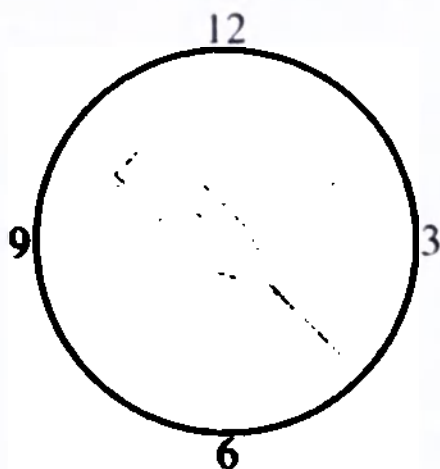

Рис. 5
- Установите флюороскопический аппарат под нужным углом, параллельно плоскости митрального клапана и перпендикулярно плоскости перегородки. Как правило, это левая передняя косая проекция под углом приблизительно 30-40 градусов (см. рис. 5).